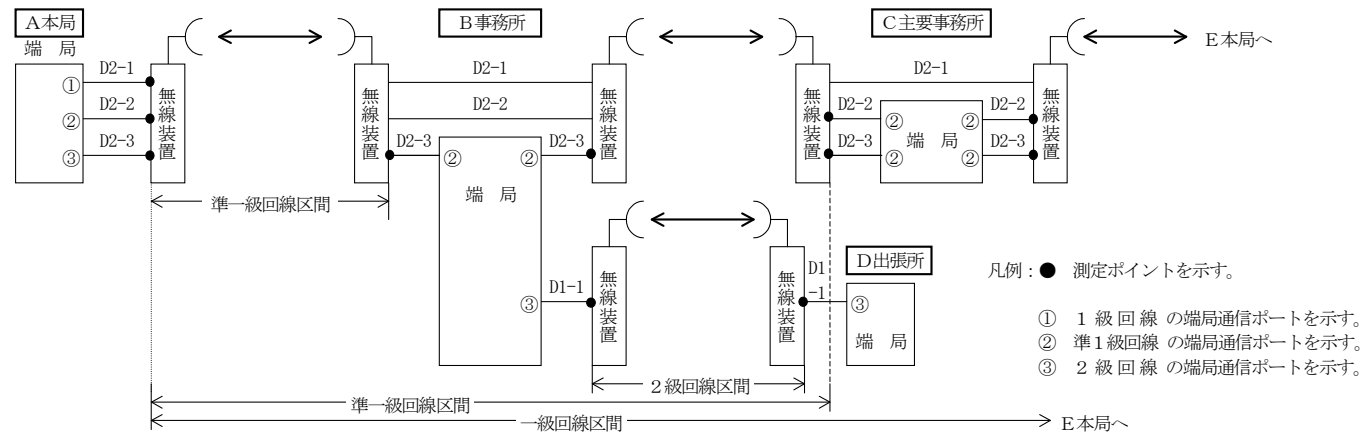

図3 無線中継区間 符号誤り率 測定ポイント (例)
| 9 | 無線中継区間 符号誤り率の確認 | 6Mインタフェースの場合： CRCチェックにより無線中継区間(対向または複数区間)の平均符号誤り率を測定する。(図3参照) (注1)(注2) 5.2Mインタフェースの場合： BIP8チェックにより無線中継区間(対向または複数区間)の平均符号誤り率を測定する。 対象区間： ①全国1級回線無線区間 (本省～地方整備局、地方整備局～地方整備局) ②地方整備局管内の1級・準1級回線無線区間 (地方整備局～事務所、事務所～事務所等) | | | | | | ○ | 符号誤り率測定器 (6Mインタフェース： CRC測定器) (5.2Mインタフェース： SDHアナライザ等) | | 測定を行う両端の局で端局に接続されているベースバンドシステムを使用して測定を行う。 実施場所は図2による。 |